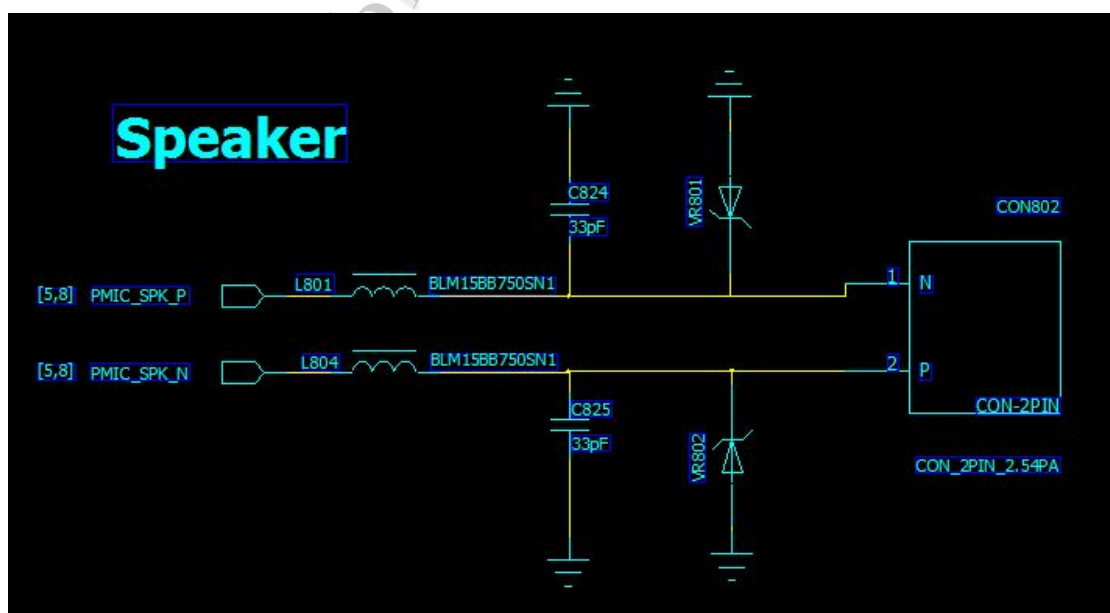

图 3-9
- 并可选择工作在 AB 类模式或者 D 类模式 (AB 类的输出功率略低), 其典型应用电路如图 3-9 所示